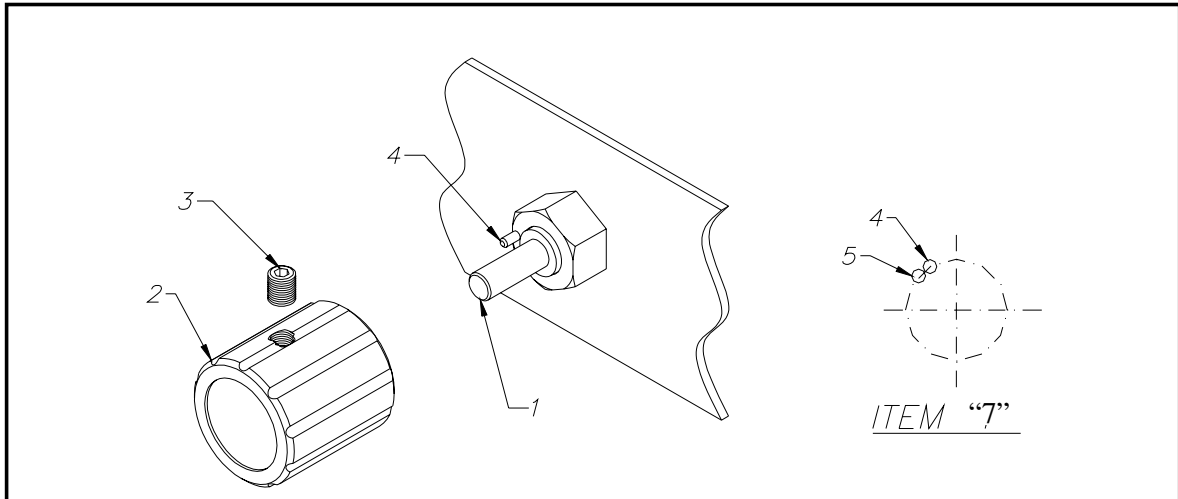

Figura 5.1: Esquema para ajuste do botão da válvula de controle de fluxo
1. Orientar-se pela Figura 5.1;
3. Introduzir parcialmente o botão (2) na agulha (1), fixando o parafuso (3);
5. Girar o botão (2) no sentido horário até o ponto exato em que o fluxo de gás é interrompido;
6. Girar de 15 a 20 graus no sentido horário o botão (2), além do ponto de fechamento encontrado no item 5;
7. Sem virar a posição da agulha (1), solte o parafuso (3) e fixe definitivamente o botão (2) encostando o seu pino de parada (5) no pino de parada do corpo da válvula (4);
8. Abrir e fechar o fluxo manejando o botão (2), verificando se a margem de segurança no fechamento permanece dentro da faixa ajustada (entre 15 e 20°).